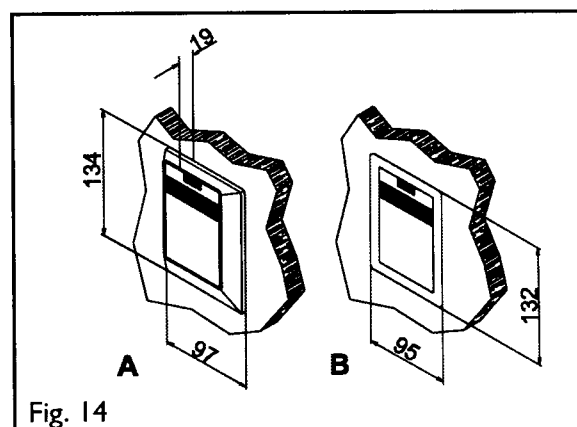

Fig. 14
- A Med utanpåliggande ram (fig. 14)
- B Med infälld ram (fig. 14)
A) Vid montering med utarpåliggande ram skall montageställningens kant fasa med den färdiga väggytan (se fig. 14, 15 och 16 pkt A).
B) Vid montering med infälld ram skall montageställningen dras in ca. 15 mm i förhållande till den färdiga väggytan (se fig. 14, 15 och 16 pkt B).